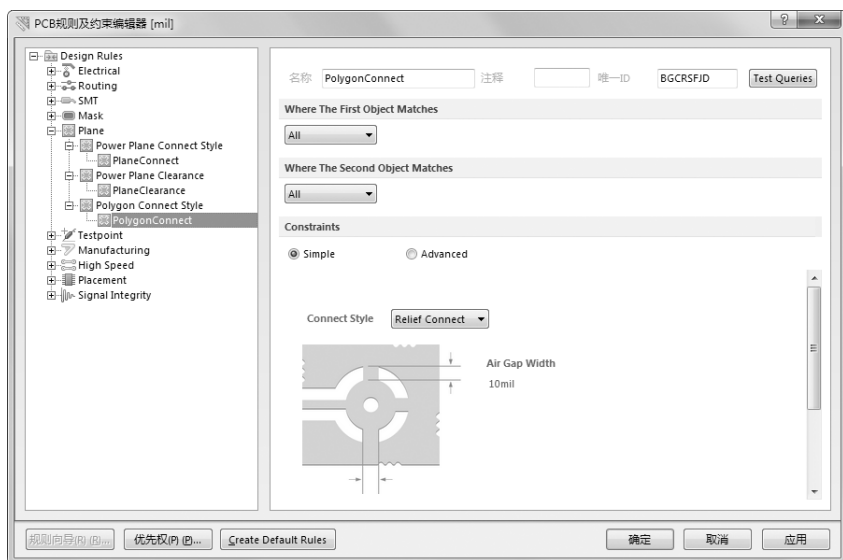

图 9-22 “Polygon Connect Style” 规则的设置对话框
(3) “Polygon Connect Style” (焊盘与多边形覆铜区域的连接类型规则): 用于描述元件引脚焊盘与多边形覆铜之间的连接类型, 如图 9-22 所示为该规则的设置对话框。